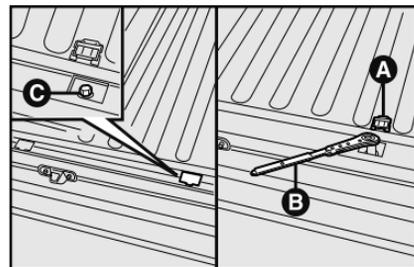

fig. 3
- quite los dos tapones de plástico **A-fig. 3**;
- afloje con la llave de trinquete (**B-fig. 3 y 5**) y el elemento de prolongación **F-fig. 5** los dos tornillos de fijación visibles **C-fig. 3**;